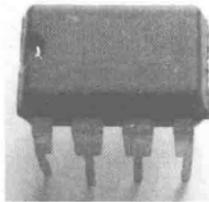

图 1-21 集成块 P1014AP06 实物图
5M0765RC、NCP1013、NCP1207、TNY267 等。若该芯片损坏且在购不到原型号 IC 的情况下,笔者通过实验发现,可用价格低廉且易购到的 P1014AP06 来变通代换,如图 1-21 所示。P1014AP06 的引脚接法如下:①脚为 VCC 端,接副开关变压器辅助绕组整流滤波后的电压;④脚为稳压信号反馈端,通常外接稳压光耦;⑤脚为 MOSFET 管的漏极,接副开关变压器的初级绕组;②、③、⑦、⑧脚为接地端。